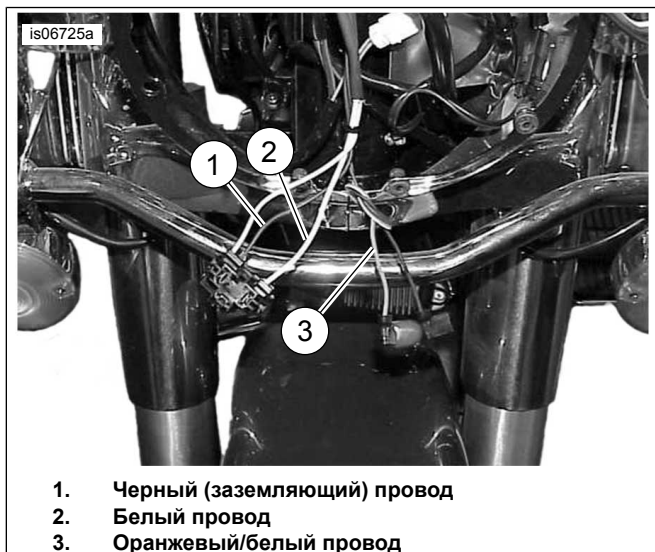

Рисунок 21. Провода для подключения передатчика (модель FLHR 2013 и более ранних годов выпуска)
- a. **Модели FLHR Touring 2013 и более ранних годов выпуска:**См. рис. 21. Обрежьте черный (1) и белый (2) провода фары **внутри обтекаемого кожуха фары**, чередуя длину, чтобы избежать срачивания проводов.